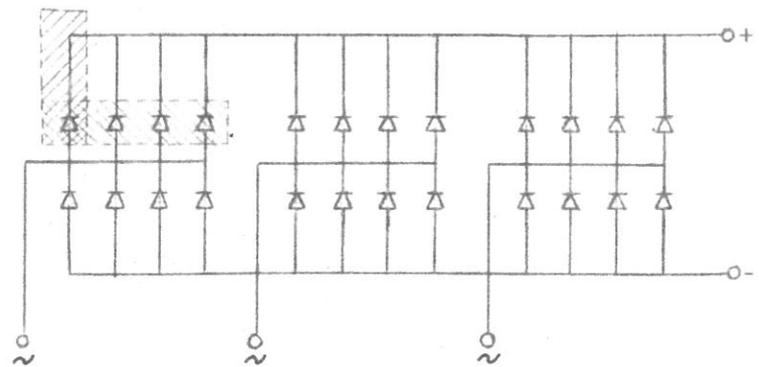

Рис. 3.
3. Выпрямительные элементы находятся между потолком и крышей вагона. Они становятся доступными после снятия части потолка. Выпрямитель состоит из шести блоков, каждый блок состоит из 4-х столбиков, таким образом мы всегда имеем трехфазное выпрямление. (Это не указано на рис. 3). Согласно этому рисунку вентиль состоит из столбца так, что мы всегда имеем три параллельных пути для тока.